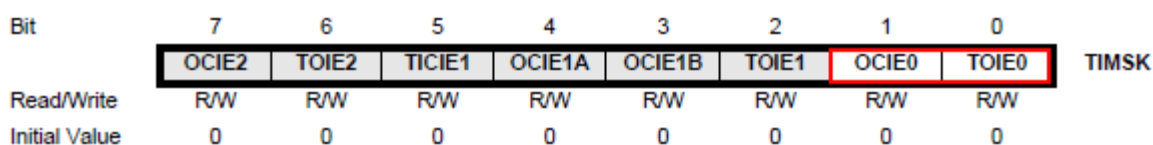

Рисунок 2.6 – Регістр маскування переривань таймерів, TIMSK
TIMSK (Timer/Counter Interrupt Mask Register) – загальний регістр для всіх трьох таймерів ATmega16 містить біти дозволу переривань (рис. 2.6). Таймер T0 може викликати переривання при переповненні лічильного регістра TCNT0 і при збігу лічильного регістра з регістром порівняння OCR0. Відповідно для таймера T0 в регістрі TIMSK зарезервовані два біти – TOIE0 і OCIE0. Решта бітів відноситься до інших таймерів.
1. Скласти схему рис. 2.6 у середовищі Proteus.